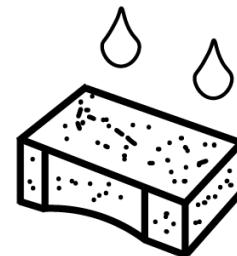

Bild 15
- Olja försiktigt in filtret, bild 15.